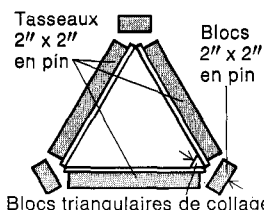

Fig. 1. Gabarit pour la réalisation des cadres.
Exécutez tout d'abord un gabarit de montage. Disposez en triangle 3 traverses (1) qui se touchent par les bouts (fig. 1). Posez le triangle sur une feuille de contreplaqué et clouez tout autour